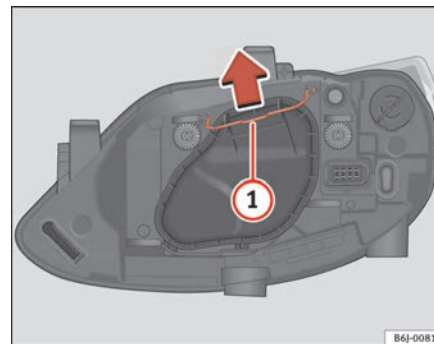

Fig. 152 Anabbagliante e abbagliante faro singolo
- Far scorrere il tirante ⇒ pag. 237, fig. 152 ① nel senso della freccia e sfilare la chiusura.